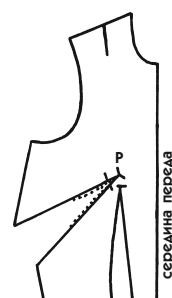

Рис. 140
3. Поставьте острие карандаша в точку Р, чтобы можно было повернуть бумагу, как вы сделали при выполнении предыдущего задания. Закончите лекало (рис. 140).